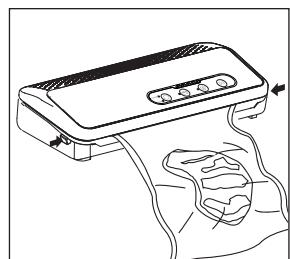

Рис.3
- Дождитесь завершения процесса вакуумирования или запечатывания пакета. Когда индикаторы перестанут мигать, процесс можно считать завершенным. Для вакуумации влажных продуктов рекомендуется 2 раза запечатать пакет. (Рис. 3)